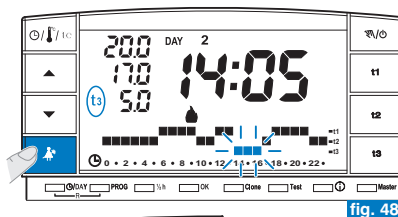

fig. 48
- Solo in funzionamento da programma (P 01 ÷ P 03), premendo il tasto "☿" si avrà lo spegnimento dell'utenza allacciata per un periodo di 3 ore durante le quali il cronotermostato funzionerà in temperatura **t3 Assenza**. L'inserimento di tale funzione è visualizzato in **t3** sulla scala delle 24h da tre digit lampeggianti in corrispondenza delle 3 ore, a partire da quella in corso (esempio in fig. 48).